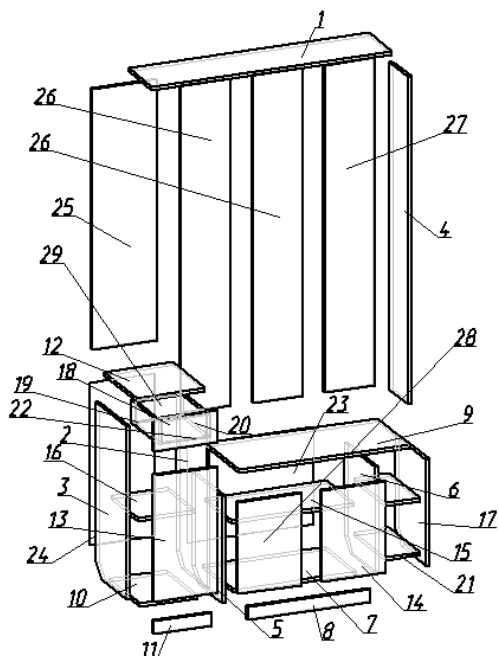

Рис.1 Схема регулировки петли
21. Дверь №13 установить на боковую стойку №6 на саморезы – И (см. рис. 1);
22. На двери №14 и 28 установить петли - П на саморезы – И (рис. 1);